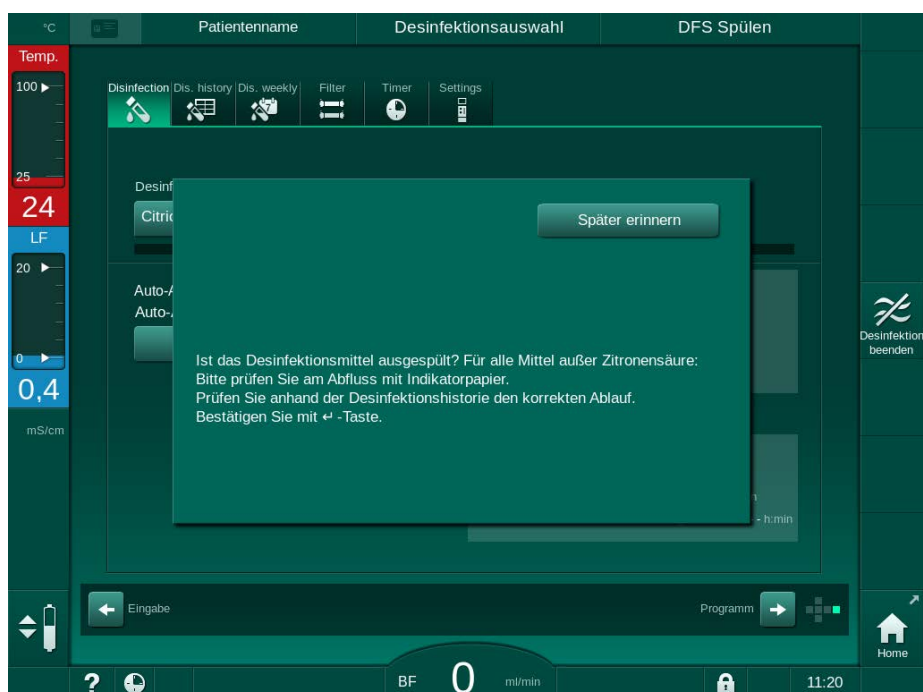

Abb. 7-15 Sicherheitshinweis von chemischen Desinfektionen
Fall 1: Gerät ist im Freispülen (Betriebsphasen-Information *DFS Spülen* in der Kopfzeile des Rahmens, siehe Abb. 7-15)
2. Spülen des Geräts durchführen (siehe Abschnitt Abb. 7-15 Sicherheitshinweis von chemischen Desinfektionen (193)).